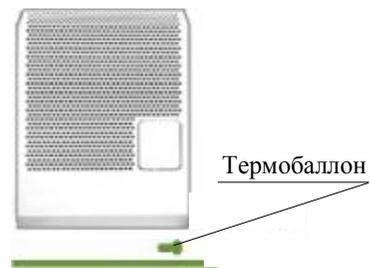

Рис.4
- Закрепите кронштейн (держатель) термобаллона конвектора (датчик температуры, t °C) на стене (см. п. 6.3., Рис.4).
Термобаллон (t °С) следует крепить горизонтально на планке пластмассового держателя 50÷100 мм от пола помещения в месте, не подверженном тепловому излучению (см. Рис.4).